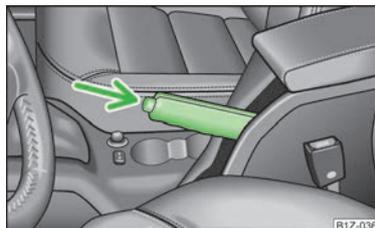

Fig. 95
- Levantar un poco la palanca del freno de mano y pulsar **a la vez** el botón de bloqueo » fig. 95.